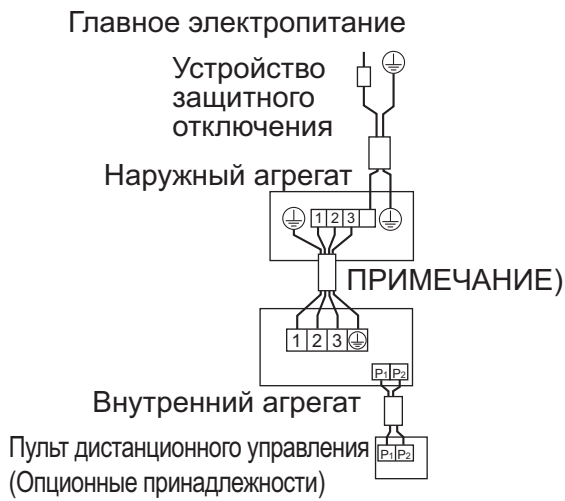

Рис. 25
- **Парный тип:** один пульт дистанционного управления управляет одним внутренним агрегатом (стандартная система). **(См. рис. 25)**